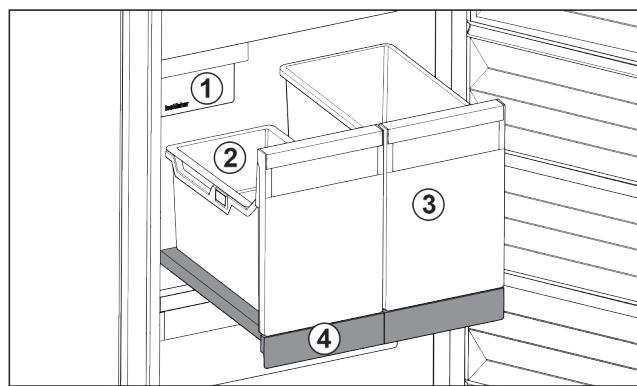

Fig. 88 Витяжна панель IceTower
- (2) Підвісний лоток для кубиків льоду
- (4) Витяжна панель
На витяжній панелі є два високих резервуари(IceTower). В резервуарі Fig. 88 (2) кубики льоду з IceMaker збираються та зберігаються. Резервуар Fig. 88 (3) придатний для зберігання високих харчових продуктів, таких як піца та алкогольні напої.